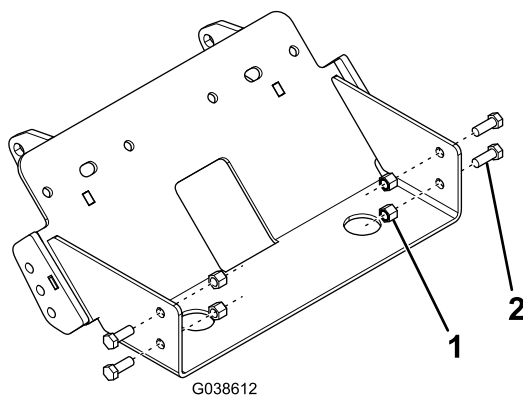

Figure 1
3. Fixez la plaque de protection du chasse-neige au cadre du véhicule en insérant 4 boulons (3/8 po) et 4 contre-écrous (3/8 po) dans les trous de l'opération précédente, et en les serrant à la main (Figure 1).
4. En vous servant de la plaque de protection du chasse-neige comme guide, fixez le pare-chocs du véhicule contre la plaque de protection du chasse-neige, et percez à 7/16 pouce les 4 trous montrés à la Figure 1.